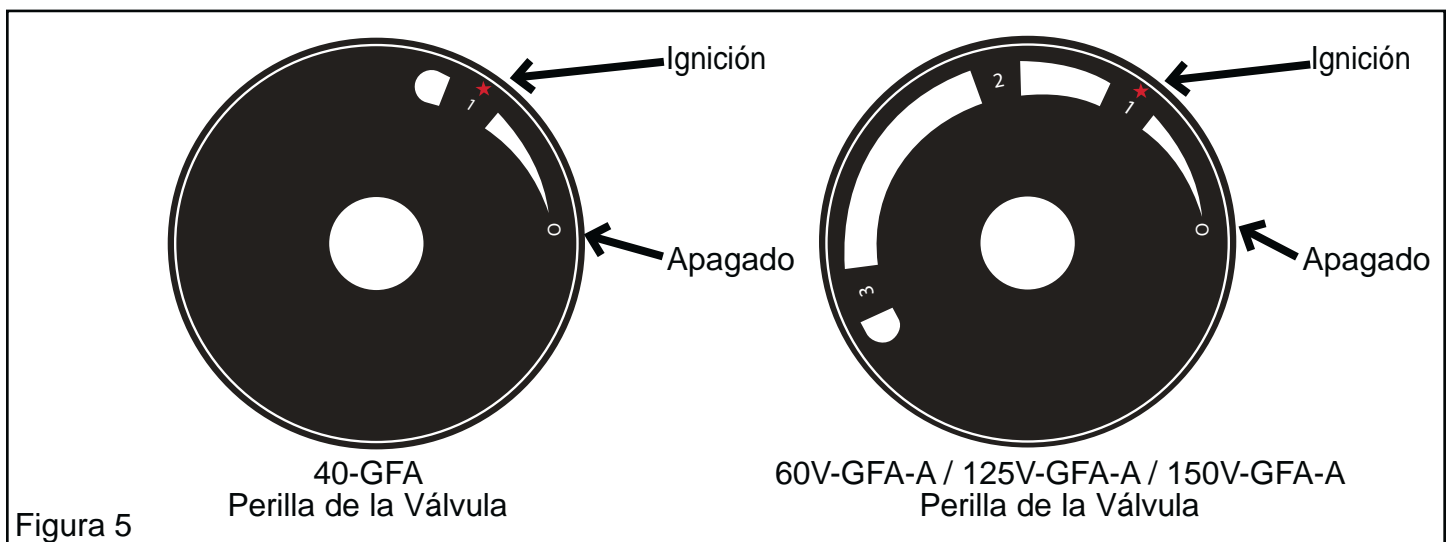

Figura 5
1. Gire la perilla de la válvula de gas hacia la derecha a la posición OFF (O). (Vea Figura 5)